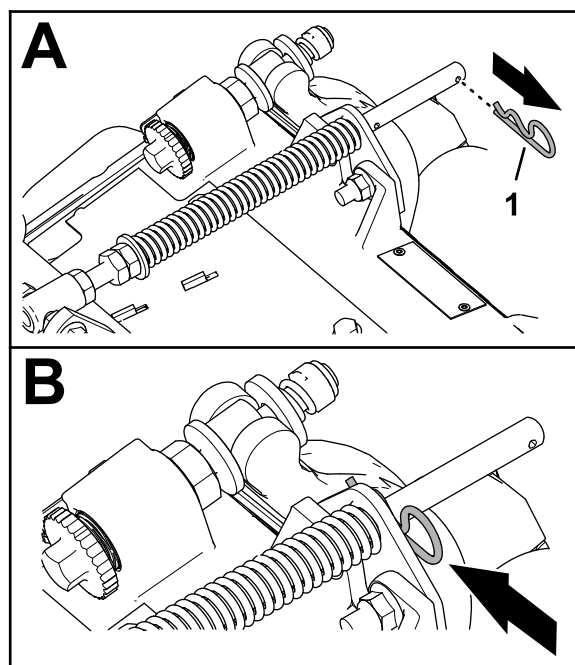

図 7
1. 補正スプリングのロッドの後穴にヘアピンが取り付けられている場合は、ヘアピンを外してブラケットの隣にある穴に移す 図 7。